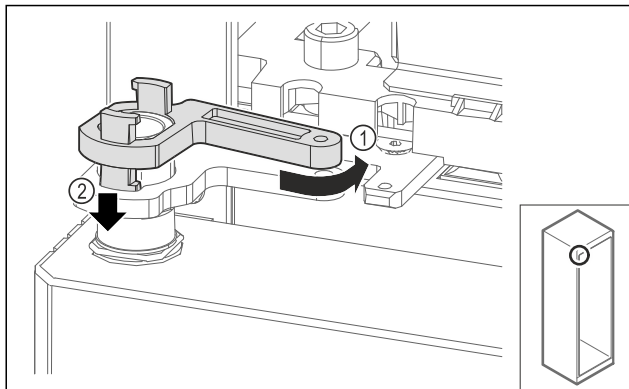

Fig. 67
- ▶ Завъртете леко блокировката на лагерната стойка назад Fig. 67 (1), натиснете я надолу Fig. 67 (2) и я блокирайте в ъгъла на пантата.